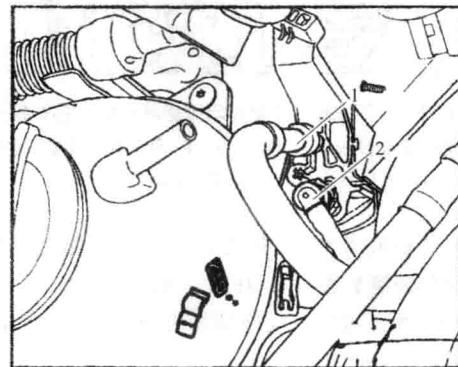

图 1-10 按压卡环脱开燃油管路和活性炭罐的管路
- 16) 如图 1-10 所示，按压卡环脱开燃油管路和活性炭罐的管路。